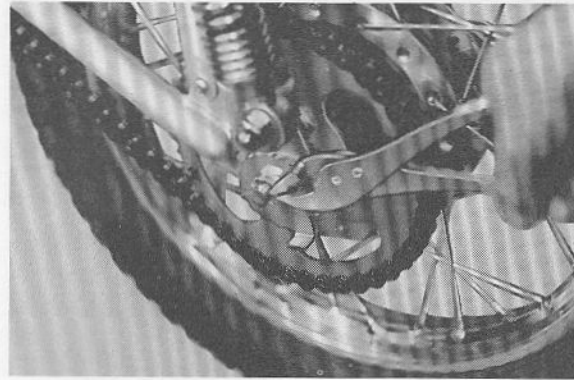

Fig. 2-6-9
a. Remove rear axle cotter pin. (Fig. 2-6-9)
a. Enlever la goupille de moyeu arrière. (Fig. 2-6-9)